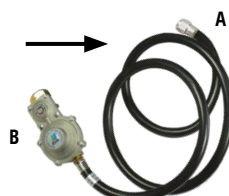

Fig. 1
- 6 Branchez le tuyau de raccordement de gaz à la sortie GPL sur le panneau du générateur (le côté A se connecte à la sortie GPL sur le panneau du groupe électrogène voir figure 1).
- 7 Raccordez le tuyau à la bouteille de gaz du côté où se trouve le manodétendeur (le côté B est connecté à la bouteille comme sur figure 1).